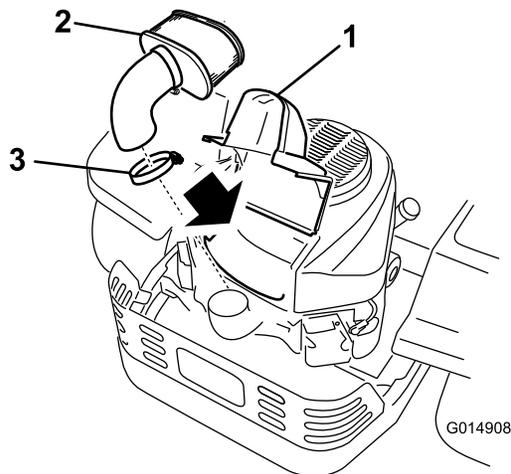

Figura 34
3. Limpie alrededor de la tapa del limpiador de aire para evitar que la suciedad penetre en el motor y cause daños. Levante la cubierta y retire la abrazadera que sujeta el conjunto del limpiador de aire al motor (Figura 34).
4. Afloje la abrazadera y retire el elemento de papel (Figura 34).